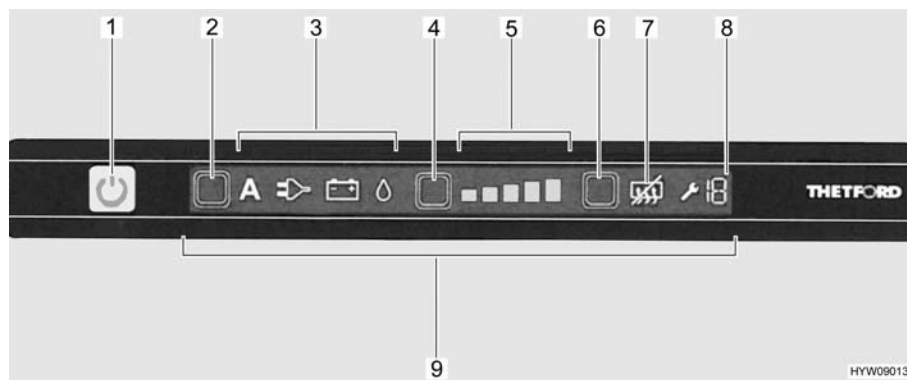

Fig. 109 Elementi di comando del frigorifero
Dopo l'accensione, il frigorifero seleziona automaticamente la regolazione del termostato impostata per ultima. Questa regolazione può essere modificata manualmente tramite il tasto del livello di refrigerazione (Fig. 109,4). Le barre luminose dell'indicatore del livello di refrigerazione (Fig. 109,5) visualizzano la temperatura selezionata sul termostato.
Con il tasto del livello di refrigerazione (Fig. 109,4) viene regolata la temperatura di refrigerazione per i tre tipi di energia. Ci vogliono alcune ore prima che il frigorifero raggiunga la temperatura di esercizio impostata. Cambiando la modalità di funzionamento la regolazione del termostato non viene modificata. La temperatura di refrigerazione è indipendente dal tipo di energia utilizzata.
- Premere il tasto On/Off (Fig. 109,1) per 1 secondo. Il tasto si illumina di verde. Gli indicatori si illuminano per 10 secondi, quindi vengono smorzati per risparmiare energia.
- Premere brevemente il tasto On/Off (Fig. 109,1) in qualsiasi momento. Vengono visualizzate le impostazioni attuali del frigorifero.
- Premere una o più volte il tasto di selezione energia (Fig. 109,2). I simboli modalità di funzionamento (Fig. 109,3) indicano la modalità di funzionamento selezionata.
- Premere il tasto del livello di refrigerazione (Fig. 109,4). L'indicatore del livello di refrigerazione (Fig. 109,5) indica la potenza di raffreddamento impostata.
- Premere il tasto del livello di refrigerazione (Fig. 109,4), finché viene visualizzata la potenza refrigerante desiderata.
- Premere il tasto On/Off (Fig. 109,1) per circa 2 secondi. Tutte le spie si spengono.
- Premere il tasto "Anti-condensa" (Fig. 109,6). Il simbolo di disattivazione della funzione anti-condensa (Fig. 109,7) si illumina.
- Premere nuovamente il tasto "Anti-condensa" (Fig. 109,6). Il simbolo di disattivazione della funzione anti-condensa (Fig. 109,7) si spegne.